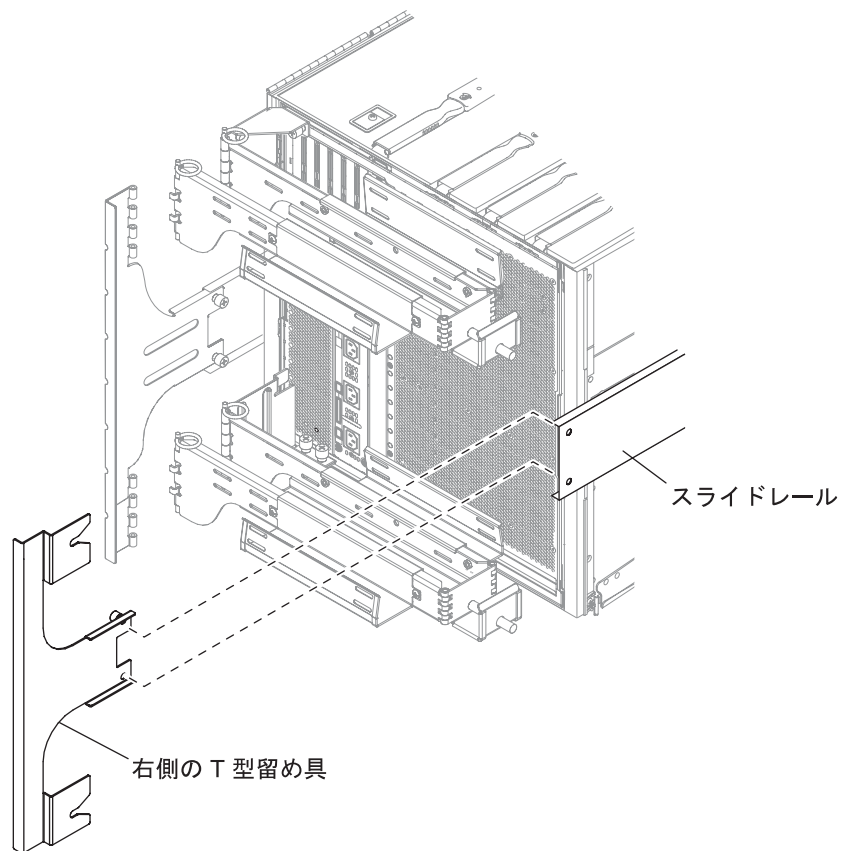

図 1-22 右側のT型留め具の取り付け
8. 2本の脱落防止機構付きねじを使用して、右側のT型留め具を右側のスライドレールに固定します(図1-22)。